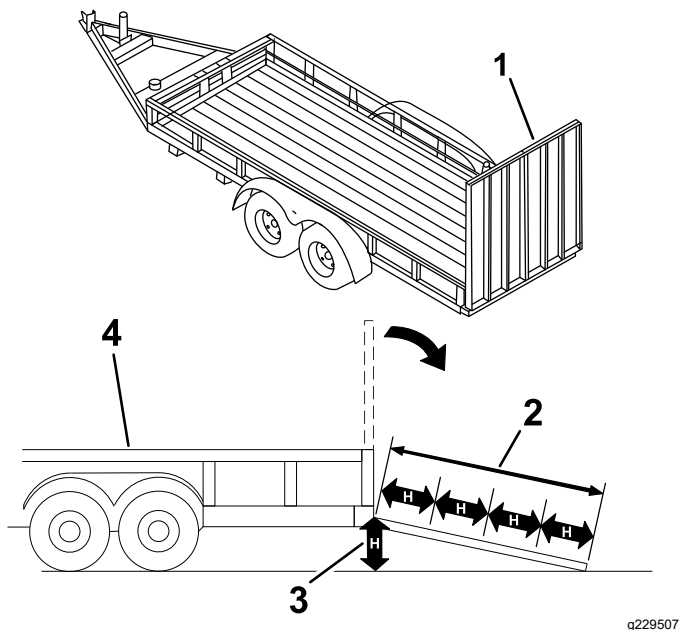

Figure 24
Le chargement de la machine sur une remorque ou un camion augmente le risque de basculement, et donc de blessures graves ou mortelles (Figure 24).
3. Abaissez la rampe (Figure 24).